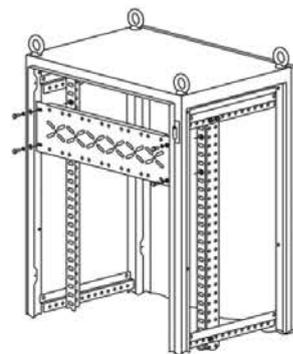

Рисунок 7
4.6.1 Закрепите уголки вертикальные в соответствии с 4.3, установите гайки кузовные М6 в передние прямоугольные отверстия уголков вертикальных в количестве и в местах, соответствующих расположению панели ПН (рисунок 7).
4.6.2 Приложите панель ПН к уголкам вертикальным и закрепите болтами М6×16 с шайбой и шайбой пружинной (рисунок 7). Момент затяжки 5 Н·м.